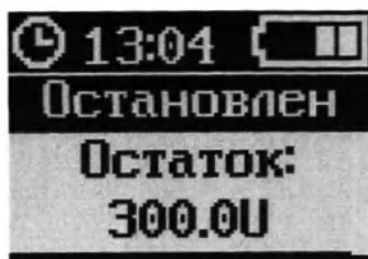

Рисунок 11 – Экран режима «ОСТАНОВЛЕН»
3. Нажать кнопку «МЕНЮ» для выхода из меню (рисунок 11).